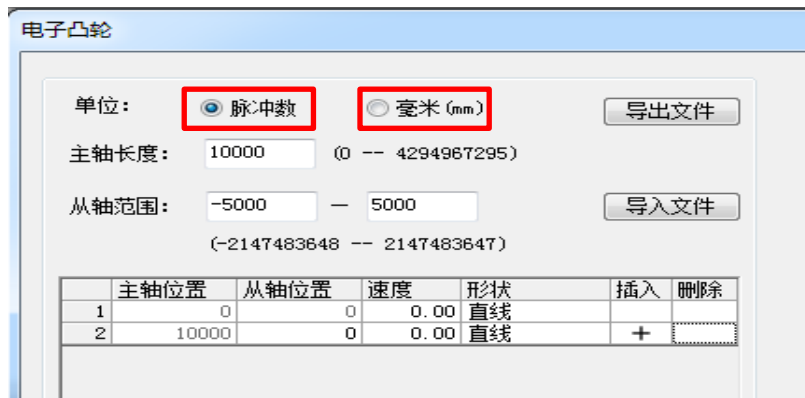

图 3-2
(1) 双击系统已创建好的凸轮表 CAM1 （这里选择 CAM1 表，其他凸轮表设置相同不再重复说明），在弹出来对话框中编辑凸轮表关键点数据。
(2) 在编辑凸轮关键点界面中，首先根据选择的单位，然后设定主轴和从轴的范围。主轴长度：表示一个电子凸轮的周期对应的主轴距离；从轴范围：设定是为了显示图形便于编辑，设定可以显示从轴此刻位置对应的主位置。
(3) 单位设定为毫米时，主轴长度设定范围为 0~10000，从轴范围为±100000；单位设定为脉冲个数时，主轴长度设定范围：0-4294967296，从轴范围：-2147483648~2147483647。 如下图 3-2 所示；